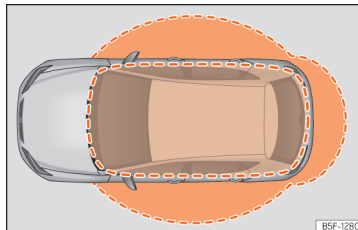

Abb. 72 Keyless-Access: Näherungsbereiche.
- Das Fahrzeug wird entriegelt, wenn der Zündschlüssel in einem Bereich in der Nähe erkannt wird »» (Abb. 72). Alle Blinker des Fahrzeugs blinken zweimal.